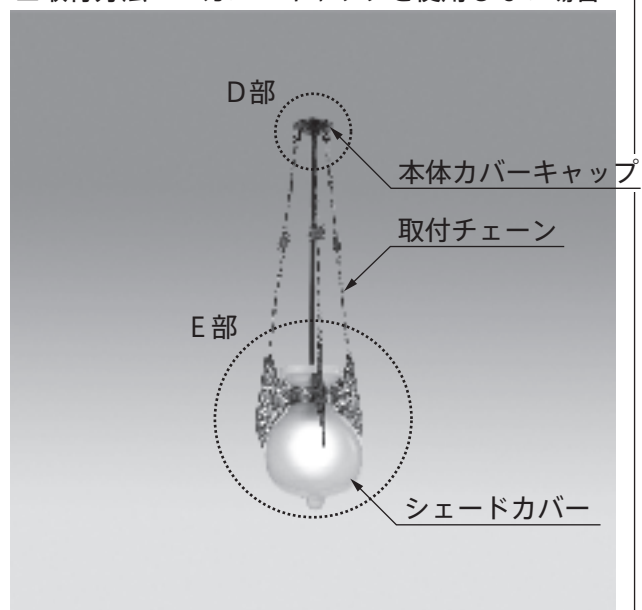

図 2
1. 天井にフック（市販品）を取付けます。（図 2）
2. 電源コードを結線します。（図 2）
3. カバーキャップのリングをフックに引っ掛けます。（図 2）
3. 本体カバーキャップのリングをフックに引っ掛けます。（図 2）